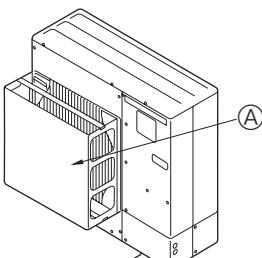

Fig. 2-3
- ② Τοποθετήστε έναν προαιρετικό οδηγό αέρα, αν πρόκειται να εγκαταστήσετε τη μονάδα σε σημεία όπου υπάρχει το ενδεχόμενο να φυσούν απευθείας στο στόμιο εξαγωγής του αέρα πολύ δύνατοί άνεμοι κτλ. (Fig. 2-3)